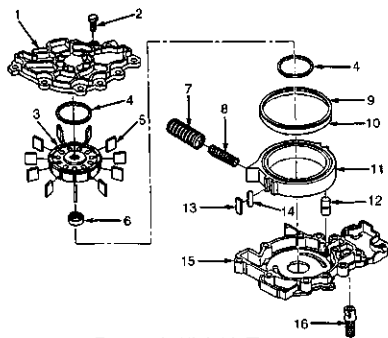

图 2-96 油泵总成分解图
座 O 形密封圈。拆下油泵外弹簧和内弹簧。拆下滑座、滑座密封圈支架和滑座密封圈。拆下轴销。拆下出口滤网（图 2-96）。
① 检查泵体是否有砂眼、油道是否互相连通或泵内表面或机加工面损坏。检查滑座、弹簧、转子和叶片是否损坏。检查滑座密封圈、滑座支架和密封圈是否损坏(图 2-96)。
入外液弹簧。将两个弹簧装入泵体。在滑座上安装 O 形圈和密封圈(图 2-96)。将转子装入泵体。将叶片装入转子上的槽里, 并确保叶片与转子顶部平齐。用泵盖螺栓将泵盖安装在泵体上。将螺栓拧紧到 70lbf·in (8N·m)。